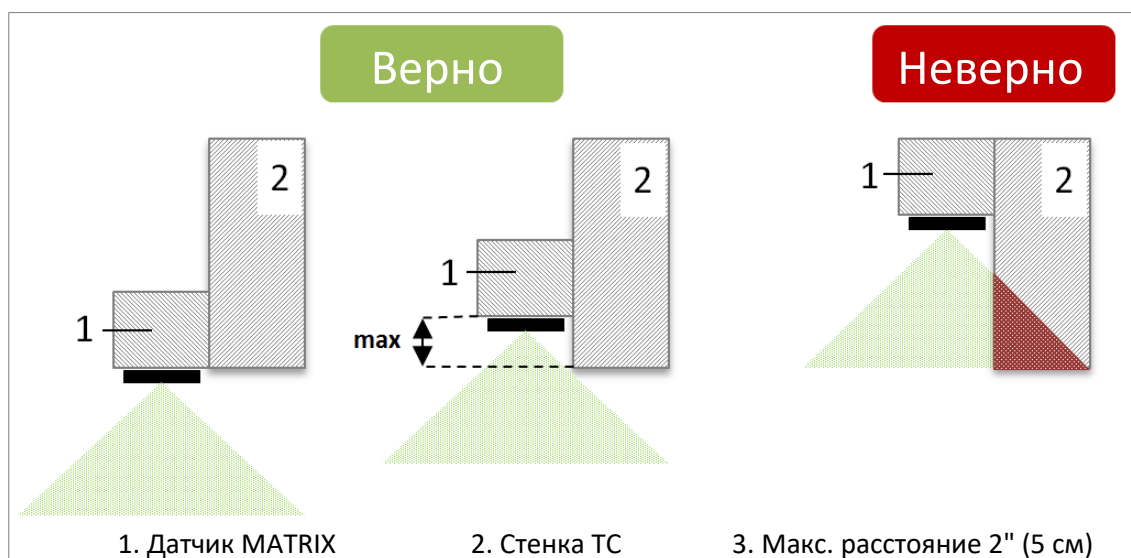

Рис. 4: Важные указания по размещению датчика: максимальное расстояние до края стенки салона
- При данном варианте монтажа датчик должен размещаться **не более чем на 5 см** выше нижнего края стенки салона, рис. 4.